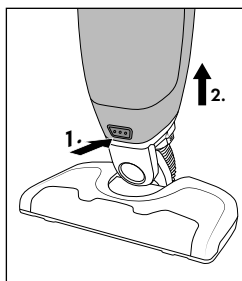

Fig. 7
- ◆ Pressione o botão de desbloqueio 12 e puxe cuidadosamente o bocal para chão 14 da unidade do motor 8 (ver fig. 7).